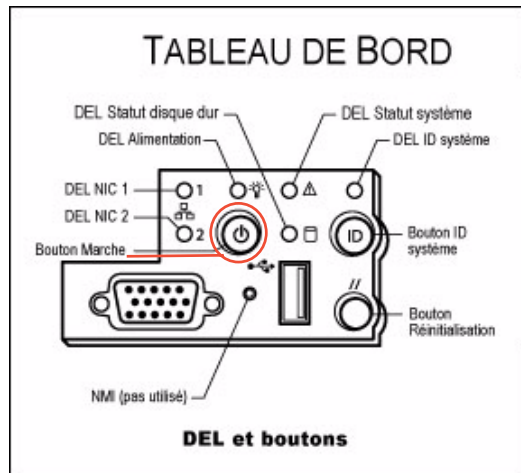

FIGURE 3-12 Bouton de mise en marche et autres composants du tableau de bord
7. Appuyez sur le bouton de mise en marche du tableau de bord, derrière la façade (FIGURE 3-12).